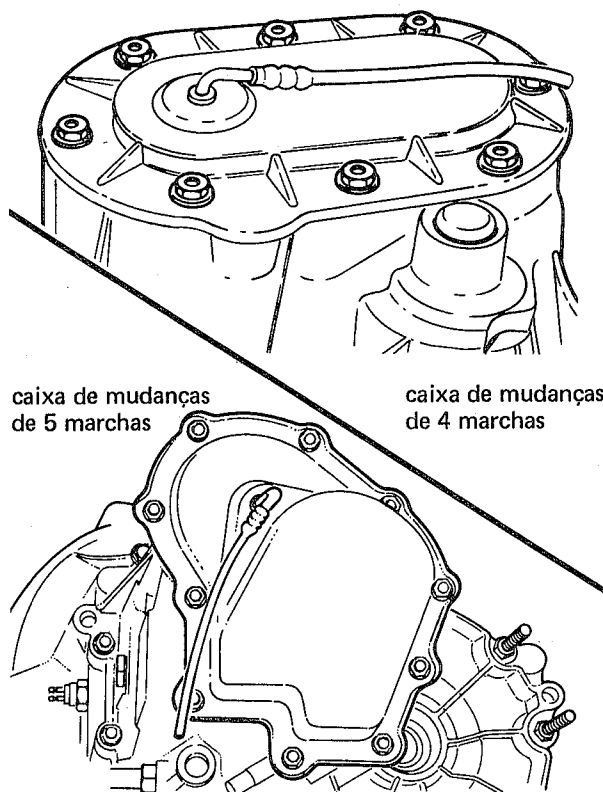

fig. 50
5. Retirar os parafusos da tampa da carcaça, removendo-a, a seguir (fig. 50)